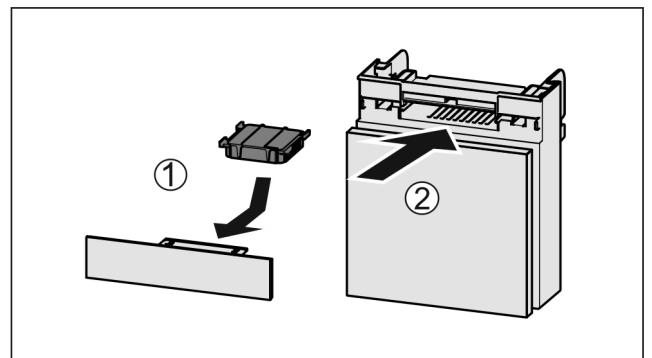

Fig. 100
- ▶ Introduzca el compartimiento Fig. 100 (2).